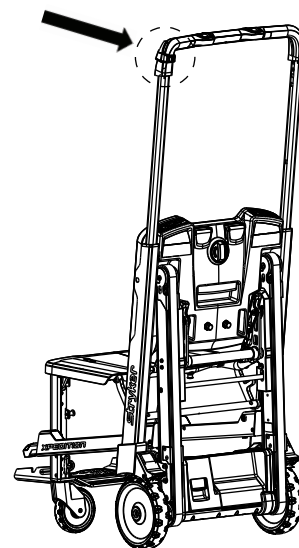

Abbildung 36 – Infusionshaken am Stuhl anbringen
**Hinweis** - Den Infusionshaken um die Extrusion auf der linken Patientenseite des Haltebügels ausrichten (Abbildung 36).